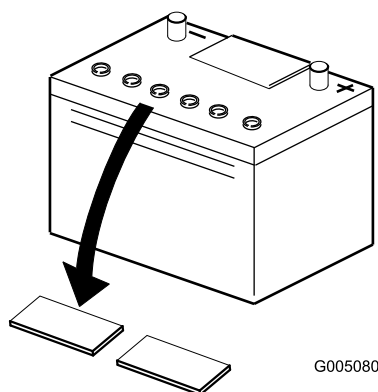

図 5
2. バッテリーの上部をきれいに拭い、キャップを取り外す 図 5。